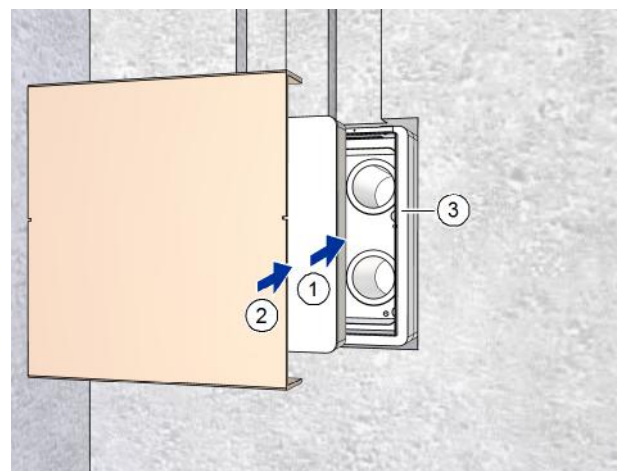

Abb. 19: Schutzdeckel und Putzschutzdeckel einsetzen
- ▶ Setzen Sie den Schutzdeckel (Pos. 1 in Abb. 19) in den Mauerkasten (Pos. 3 in Abb. 19) ein.
- ▶ Setzen Sie den Putzschutzdeckel (Pos. 2 in Abb. 19) in den Mauerkasten (Pos. 3 in Abb. 19) bis zum Anschlag ein.